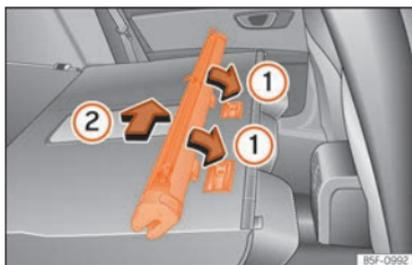

Abb. 181 Einbau der Netztrennwand an den Rücksitzlehnen
- Ordnen Sie die Schale des Netzes in der Unterseite der Stützschielen in Pfeilrichtung an »» **Abb. 181** ①.
- Drücken Sie die Schale nach links vom Fahrzeug in Pfeilrichtung »» **Abb. 181** ② und bis zum Anschlag.
- Ziehen Sie am Gehäuse des Netzes ca. 5 cm gegen die Pfeilrichtung »» **Abb. 181** ②.
- Nehmen Sie den Einsatz der Netztrennwand aus den Halteschielen, indem Sie entgegen der Pfeilrichtung »» **Abb. 181** ① ziehen.